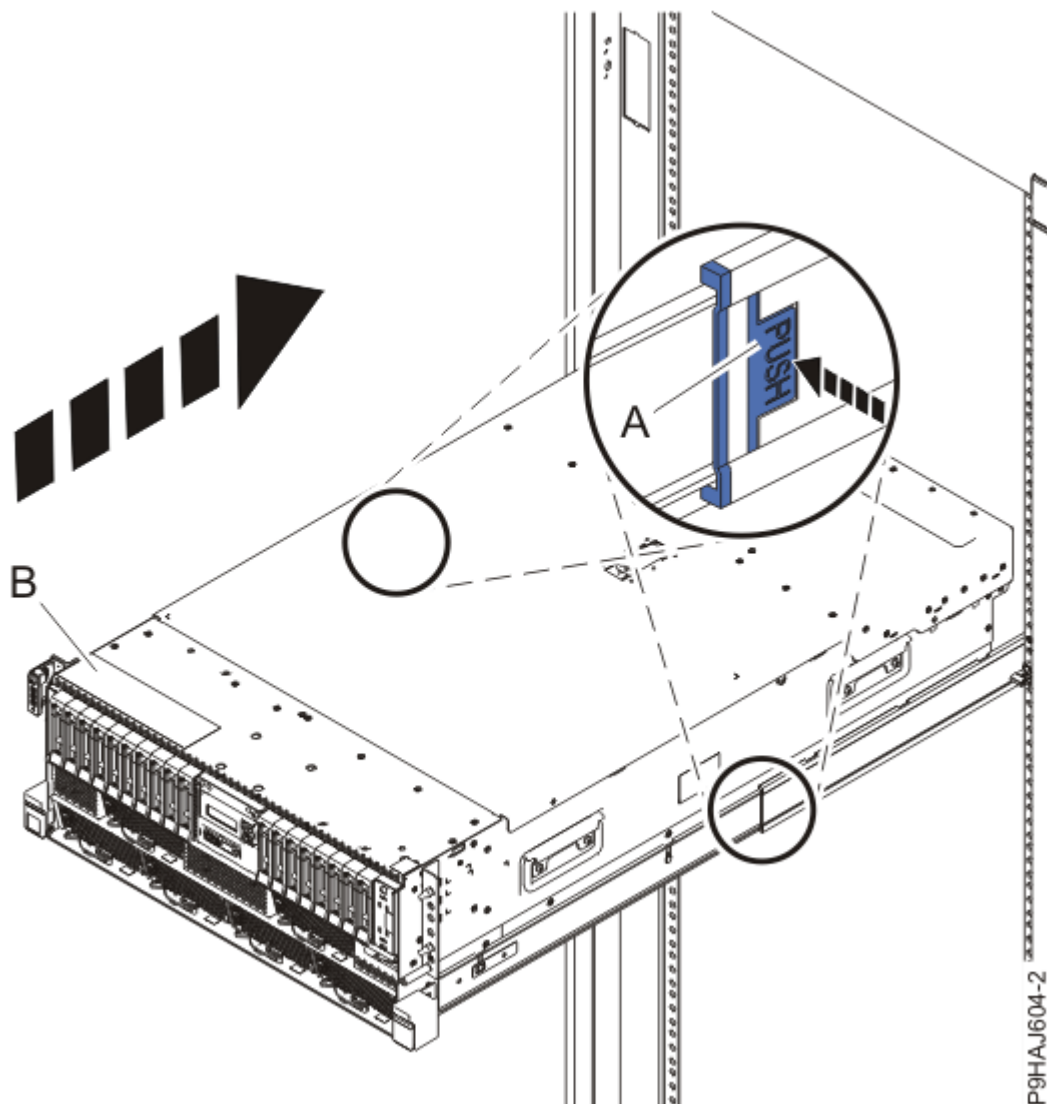

図 38. システムの操作位置への設置
5. ラック・マウント型システムの場合、青色のレール安全ラッチ **(A)** を、40 ページの図 38 に示されているように内側に押してアンロックします。